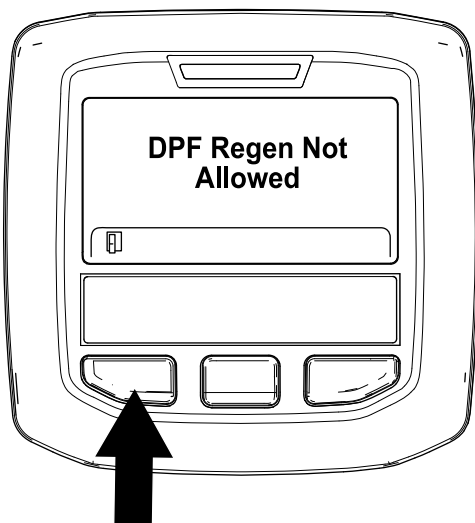

Figura 52
- Si el ordenador del motor no permite el proceso de regeneración, aparece el mensaje “DPF Regen Not Allowed” (Regeneración de DPF no permitida) en el InfoCenter (Figura 52). Pulse el botón de la izquierda para salir a la pantalla de inicio.